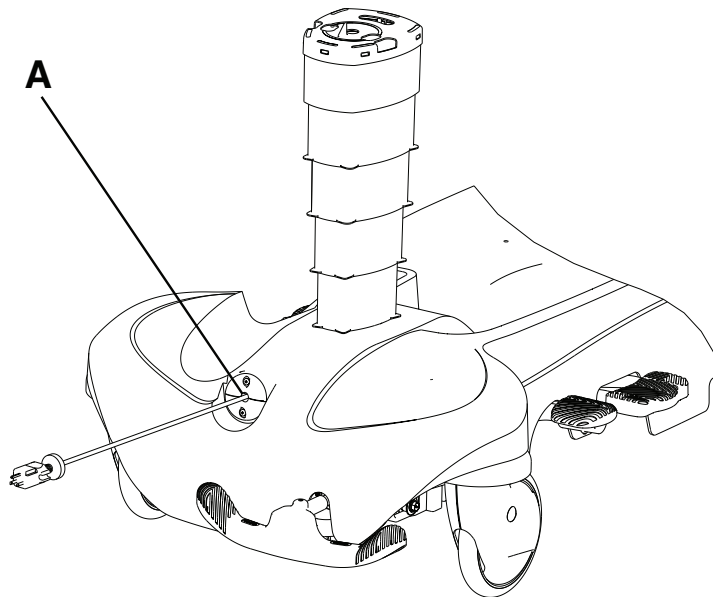

Abbildung 18 – Einziehbare Kabeltrommel
Um das Netzkabel auszurollen, muss dies bis zur gewünschten Länge von der einziehbaren Kabeltrommel (A) abgezogen werden (Abbildung 18).